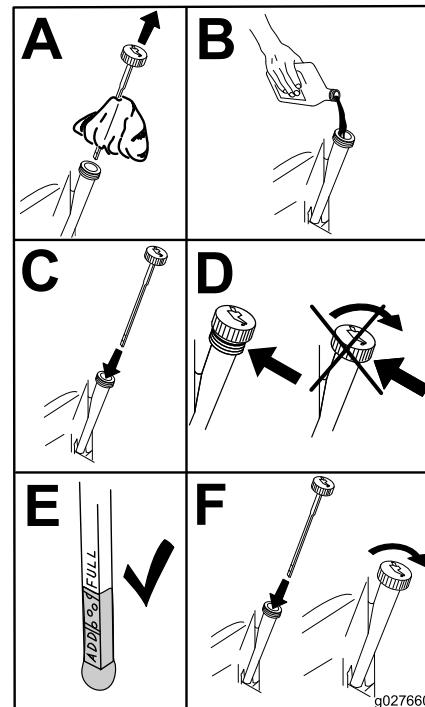

図 45
5. 所定量の 80% 程度のオイルをゆっくり入れ、そこから、残りの量を注意深く足して **FULL** マークまで入れる 図 45。